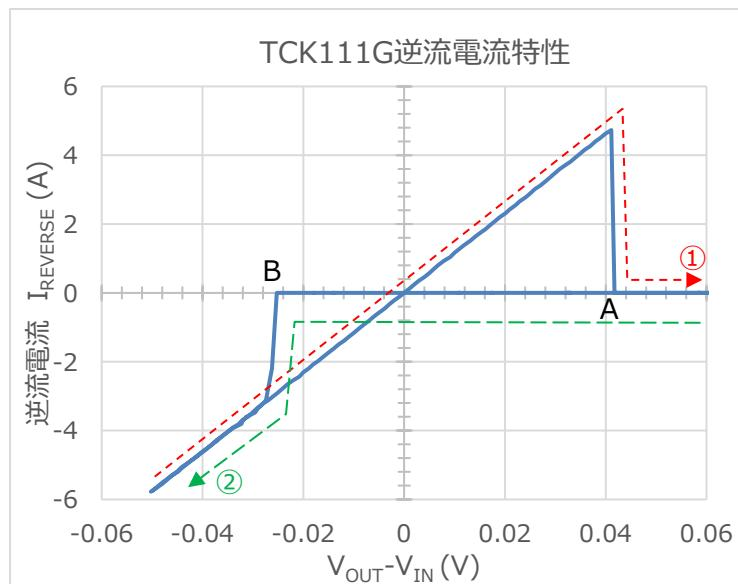

図 3.5.2 TCK111G 逆流電流
図 3.5.2 は常時監視型逆流防止機能付きの東芝ロードスイッチ IC である TCK111G での実際の逆流防止回路による逆流電流特性を示しています。①の線で示すように、出力電圧と入力電圧の差 ($V_{OUT}-V_{IN}$) が大きくなついくと $I_{REVERSE}$ は増加していきますが、約 40mV の差となる A の点で逆流防止回路が働き $I_{REVERSE}$ が流れなくなります。また、②の線で示すように、逆流防止回路が働いた後は V_{IN} のほうが V_{OUT} よりも約 30mV 弱くなる B の点で逆流防止回路が停止し、順方向に電流が流れ始めます。